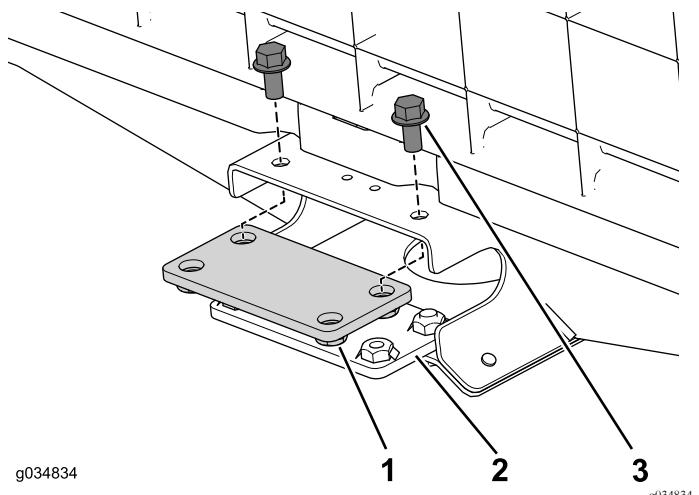

图70
1. 使用 4 个凸缘螺栓  $3/8 \times 3/4$  英寸将顶部和底部连接板松松地安装到机器前部的中央通道上 图70。